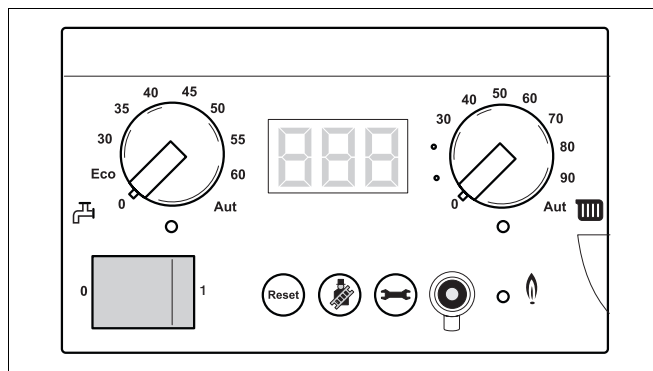

Fig. 73 Strømmen til gaskedlen afbrydes
- Afbryd strømmen til gaskedlen (fig. 73).